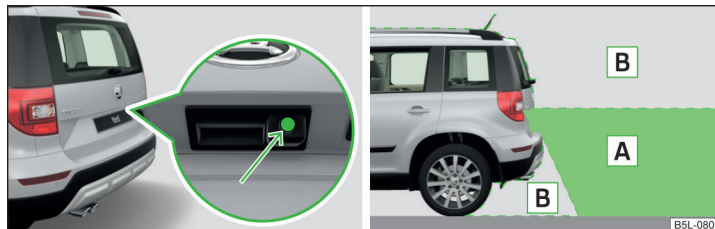

Fig. 137 Lugar de instalación de la cámara / área parpadeado detrás del vehículo
La cámara para registrar el área detrás del vehículo se encuentra en el tirador de la tapa del maletero » **fig. 137**.
**Área detrás del vehículo » fig. 137**